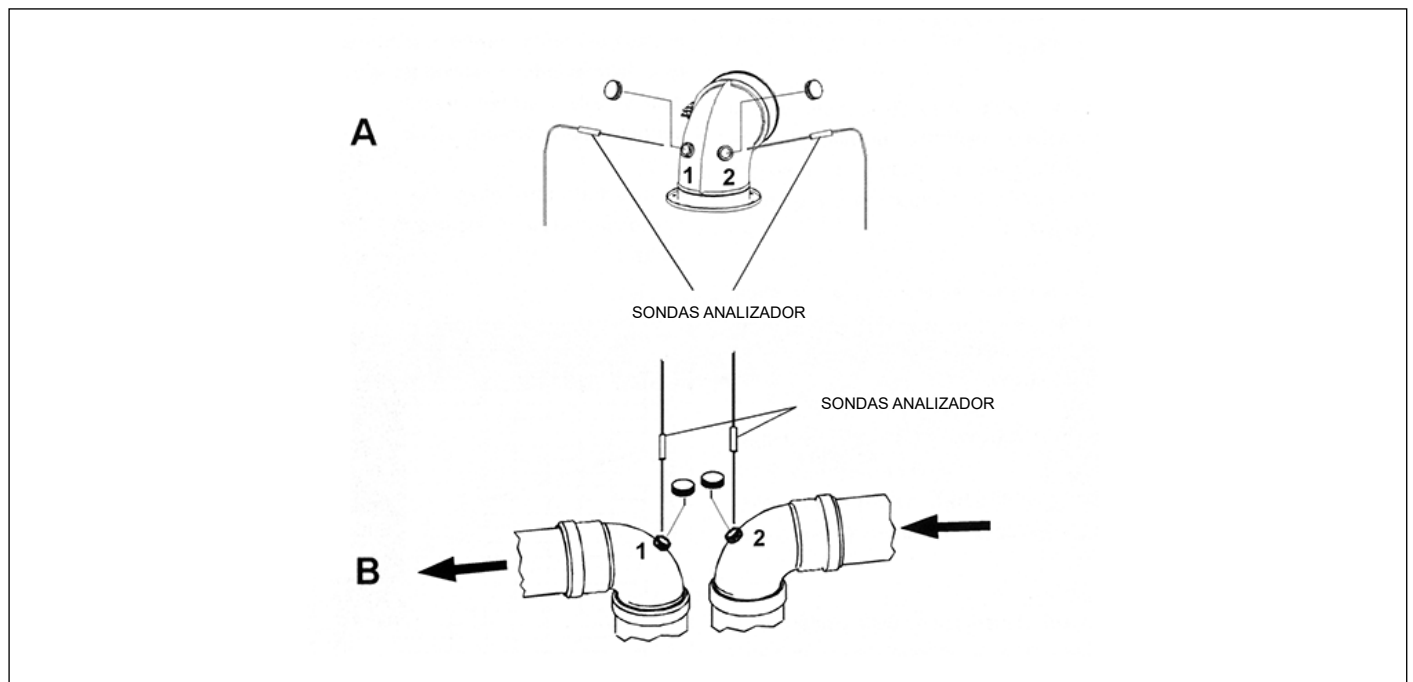

Fig. 12 Ejemplos de puntos de detección de humos
- medición de la temperatura del aire comburente tomada en el orificio dedicado 1 (ver ref. (A) Fig. 12 Ejemplos de puntos de detección de humos , para las calderas con cámara estanca y conductos provistos de sondas para análisis).
- medición de la temperatura de los humos y de la cantidad de CO₂ tomada en el orificio 2 (Ver ref. (A) Fig. 12 Ejemplos de puntos de detección de humos , para las calderas con cámara estanca y conductos provistos de sondas para análisis).
- medición de la temperatura del aire comburente tomada en el orificio dedicado 2 (ver ref. (B) Fig. 12 Ejemplos de puntos de detección de humos , para las calderas con cámara estanca y conductos provistos de sondas para análisis).
- medición de la temperatura de los humos y de la cantidad de CO₂ tomada en el orificio 1 (Ver ref. (B) Fig. 12 Ejemplos de puntos de detección de humos , para las calderas con cámara estanca y conductos provistos de sondas para análisis).